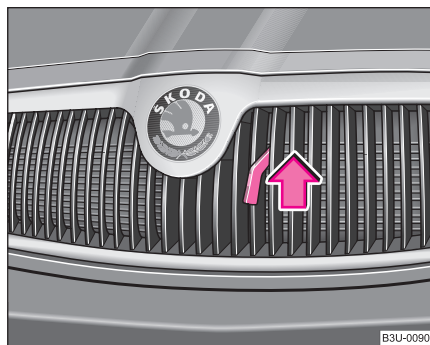

Fig. 169 Grilajul radiatorului: Mâner
- Trageți mânerul ⇒ fig. 169 și ridicați capota motorului.